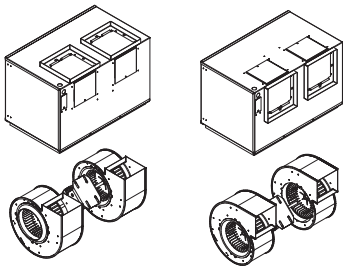

Figura 8 — Giro de la Salida
4. Para girar de la salida horizontal a la vertical, retire los dos tornillos que mantienen sujeto el conjunto de potencia y sáquelo. Gire el conjunto de potencia en 180 grados y vuelva a ponerlo en el ventilador. Utilice los mismos tornillos para volver a conectar el conjunto de potencia a la carcasa del ventilador. Voltee el ventilador y retire los cuatro tornillos que sujetan los conductos de salida y el conjunto de regulador de tiro. Cambie el conjunto con una placa montada en la parte superior del ventilador, como se muestra en la Figura 8.